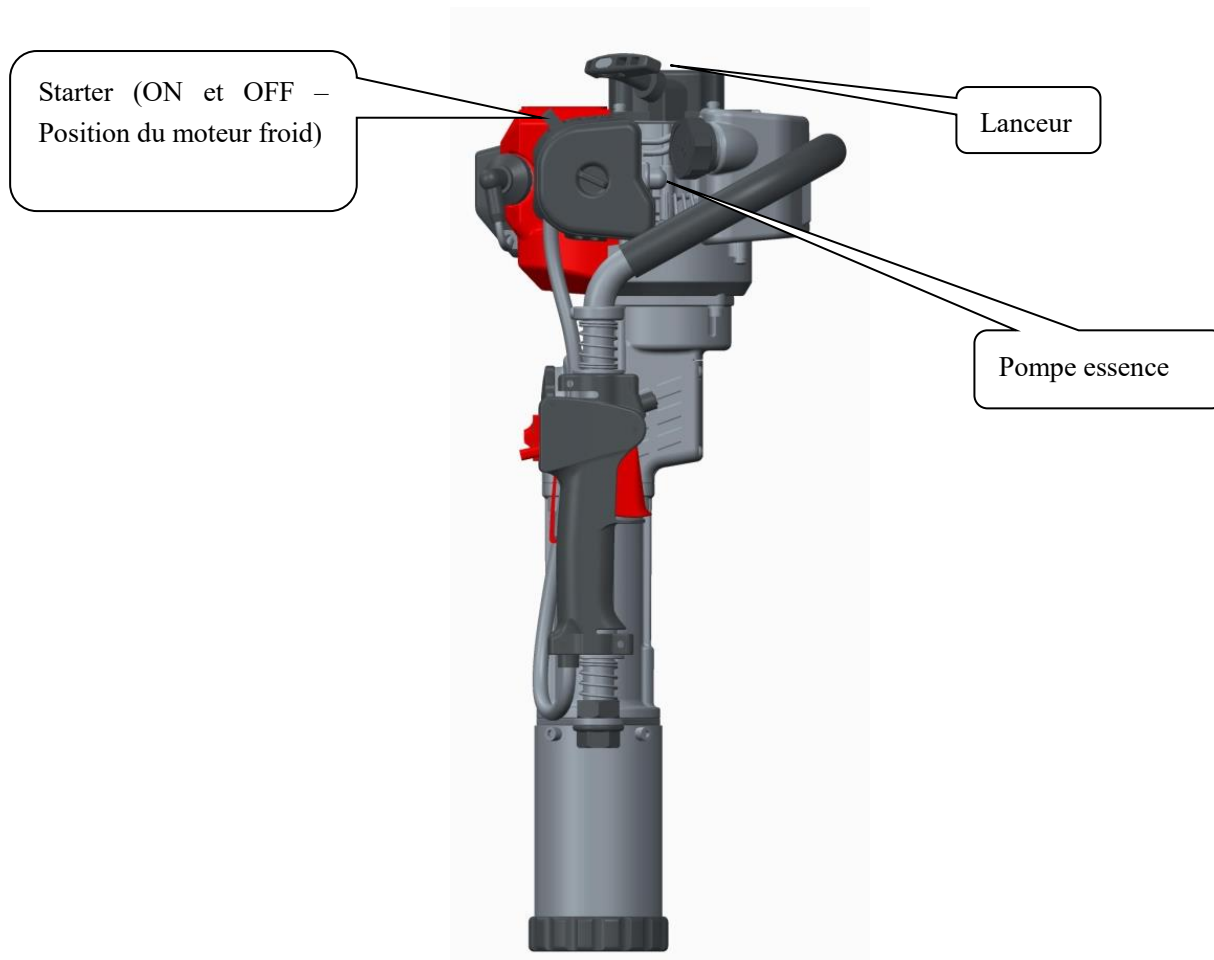

Fig 4
5.1. Appuyez plusieurs fois sur la pompe à carburant transparente jusqu'à ce que le carburateur soit rempli de carburant avant de démarrer le moteur (Fig4). (Si le moteur est froid, ouvrez la conduite d'air pour démarrer le moteur et refermez-la après le démarrage).
5.2 Réglez l'appareil comme indiqué sur la figure 4. Tenez la partie supérieure de la poignée d'une main tout en tirant rapidement sur la poignée du démarreur d'au moins 40 cm avec l'autre main. Veuillez ne pas tirer au-delà du point mort, car cela pourrait endommager le démarreur. Ne laissez pas la poignée rebondir en tirant de façon répétée et tenez-la fermement pour éviter les blessures dues à la grande extensibilité.